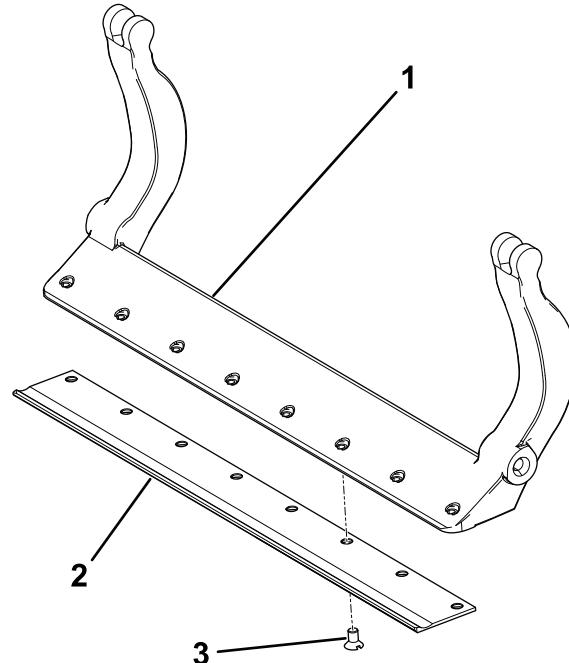

図 40
3. ベッドナイフ固定ボルトに固着防止パウンドを塗つてベッドナイフをベッドバーに固定する図 40。
- A. 外側の 2 本のねじを $1 \text{ N}\cdot\text{m}$ $1.15 \text{ kg}\cdot\text{m} = 10 \text{ in-lb}$ にトルク締めする図 40を参照。
- B. ベッドナイフの中央から交互に左右に、各ねじを $23-28 \text{ N}\cdot\text{m}$ $2.3-2.9 \text{ kg}\cdot\text{m} = 200-250 \text{ in-lb}$ にトルク締めする図 40を参照。